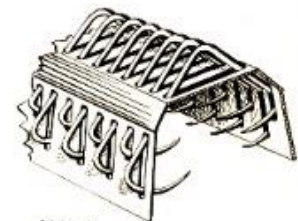

Abb. 3
8. An der Stoßkante des Bandes die Länge des Aufreihstreifens (Abb. 3) abmessen. Wegnehmen je eines Hakens links und rechts